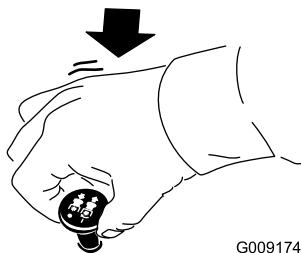

Figura 12
4. Mueva el mando de control de las cuchillas (TDF) a la posición de DESENGRANADO(Figura 12).